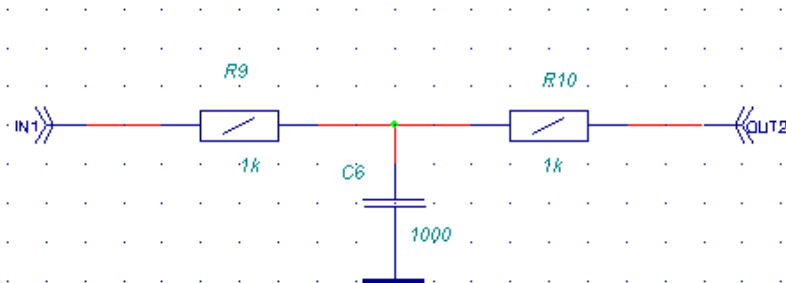

Рис. 3.7. Эквивалентная схема модуля
1. Разместите на этой странице эквивалентную схему модуля в виде *RC*-фильтра, как показано на рис. 3.7. Особое внимание обратите на расстановку позиционных обозначений.